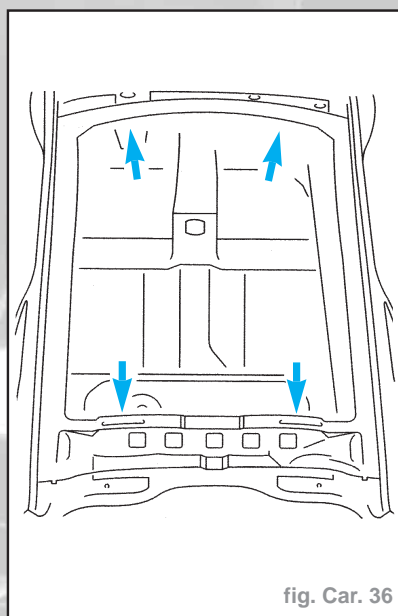

fig. Car. 36
- Appliquer du produit de protection sur les traverses avant et arrière du bâti de pavillon (fig. Car. 36) :